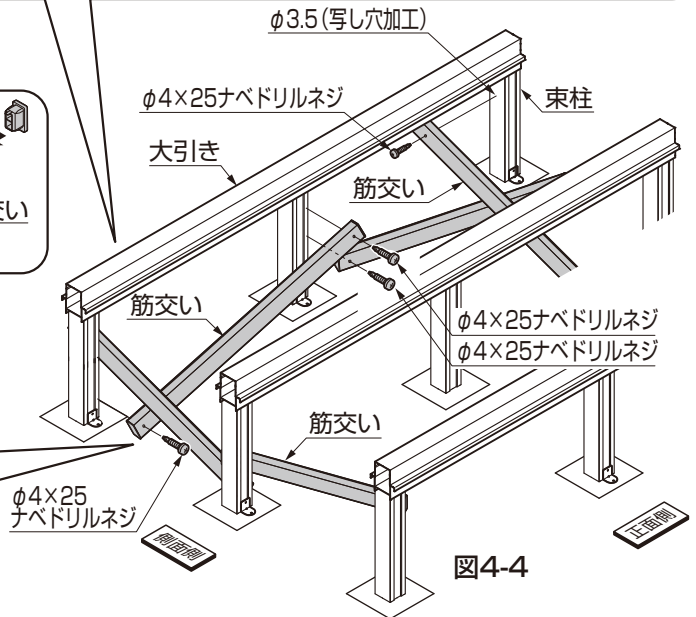

図4-4
- ③束柱にφ3.5の写し穴をあけてください。(図4-4参照)
- ④筋交いを束柱に【ネジ】で固定してください。(図4-4参照)